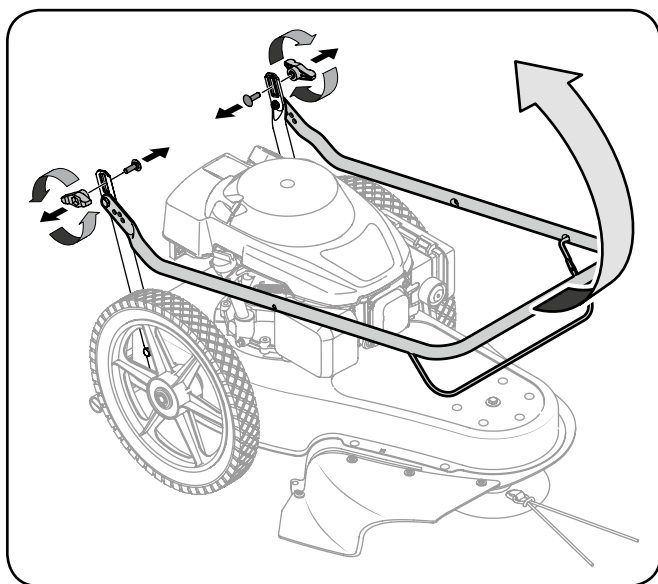

Рис. 3-1
1. Снимите барашковую гайку и болт с нижней рукоятки слева и справа См. рис. 3-1.
2. Поднимите верхнюю рукоятку и установите ее в рабочее положение. См. рис. 3-1.